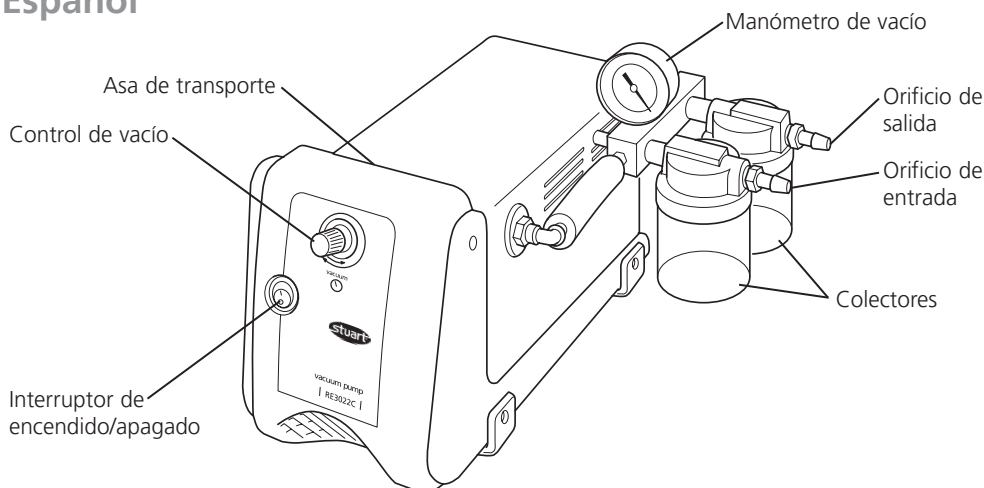

Figura 1
- ❖ La bomba deberá transportarse utilizando el asa instalada en su parte superior (vea la figura 1).
Vea la figura 1.
- 8 Cierre lentamente el regulador de vacío hasta que el manómetro indique el nivel de vacío requerido (vea la figura 1).